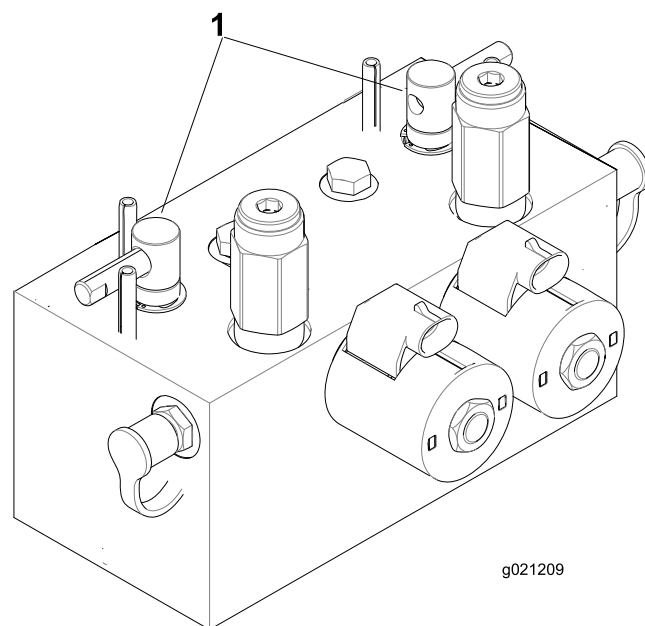

Figure 75
2. Déverrouillez le capot et soulevez-le pour exposer les leviers de rodage (Figure 75).
5. Sélectionnez les leviers de rodage avant, arrière ou les deux pour déterminer les plateaux qui doivent être rodés (Figure 75).